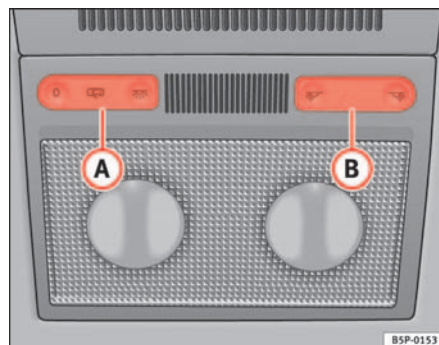

Fig. 80 Revestimento interior do tejadilho: iluminação interior à frente
Com o interruptor ⇒ fig. 80 (A) podem ser seleccionadas as seguintes posições:
Premir o interruptor para a posição O ⇒ fig. 80.